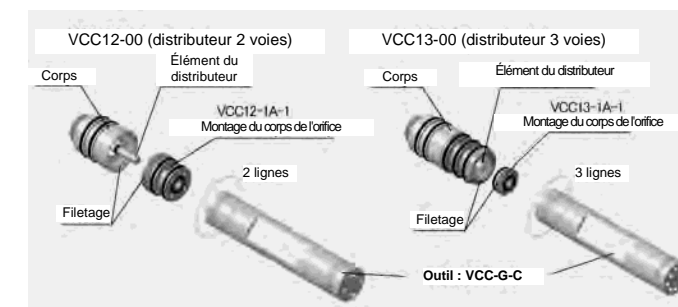

Figure 13
- Dévissez et détachez le corps de l'orifice, du corps du distributeur, à l'aide de l'outil VCC-G-C, en utilisant l'extrémité appropriée selon le modèle de distributeur. Voir Figure 13